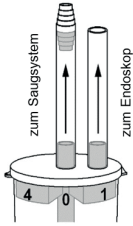

Abb. 1
1. Anslut slangen från den mellersta anslutningen på fällan till sugsystemet (fig. 1).
2. Anslut den yttre kontakten till endoskopet (Fig. 1).